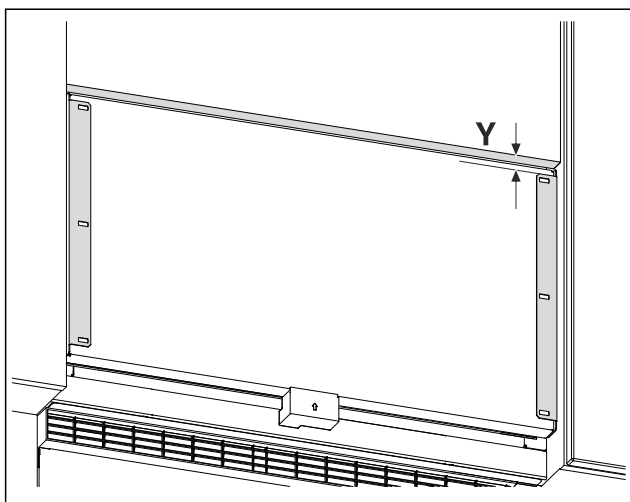

Fig. 23 Vejledende illustration
- Mål afstanden Fig. 23 (Y) fra underkanten af møbeldøren til beslaget.